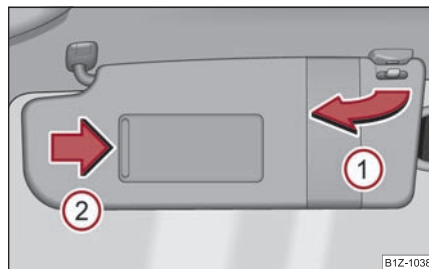

Fig. 64 Parasol: girar
La visera parasol para el conductor o acompañante se puede extraer de la fijación y girarla hacia la puerta en sentido de la flecha ① ⇒ página 68, fig. 64.